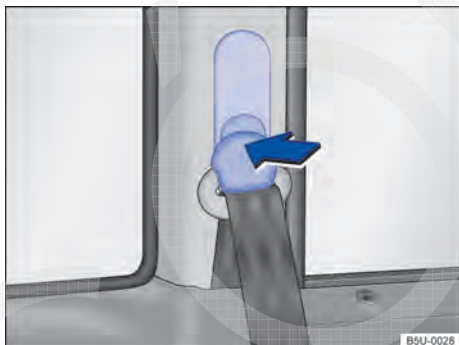

Fig. 51 Ao lado dos bancos dianteiros: regulagem de altura do cinto de segurança.
- Pressionar o dispositivo regulador no sentido da seta e mantê-lo pressionado → Fig. 51.